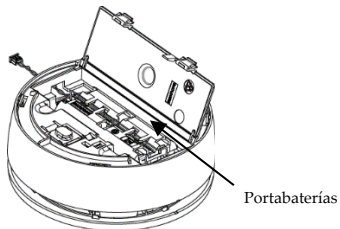

Figura 8
4. Abra la tapa del compartimento de la batería (*ver la Figura 8*).